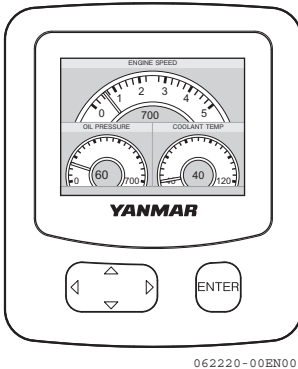

Figure 28
- Quando il motore si avvia, il display del VC20 visualizza la schermata contenente i valori che indicano le condizioni del motore (**Figure 28**).